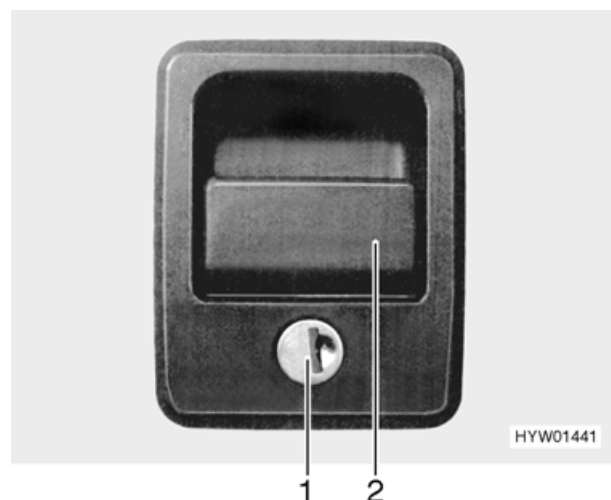

Bild 21 Klappenschloss (Variante 2)
- Schlüssel in Schließzylinder (Bild 21,1) stecken und eine viertel Umdrehung entgegen dem Uhrzeigersinn drehen. Das Klappenschloss ist geöffnet.
- Am Schlossgriff (Bild 21,2) ziehen. Die Außenklappe ist geöffnet.